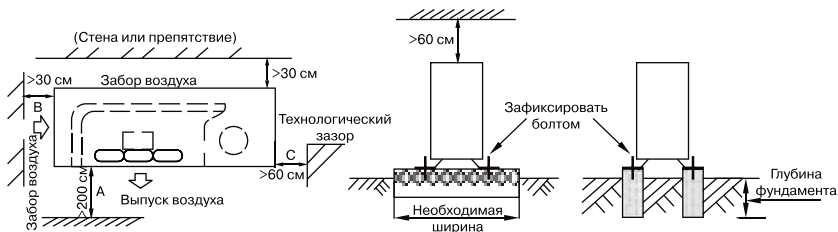

Рис. 28
6. Наружный и внутренний блоки должны располагаться как можно ближе друг к другу. Минимальные расстояния между наружным блоком и препятствиями, показанные на монтажных схемах, могут отличаться от расстояний в условиях монтажа в герметичном помещении. Необходимо оставить открытый доступ в трех направлениях А, В и С. [Рис. 28]